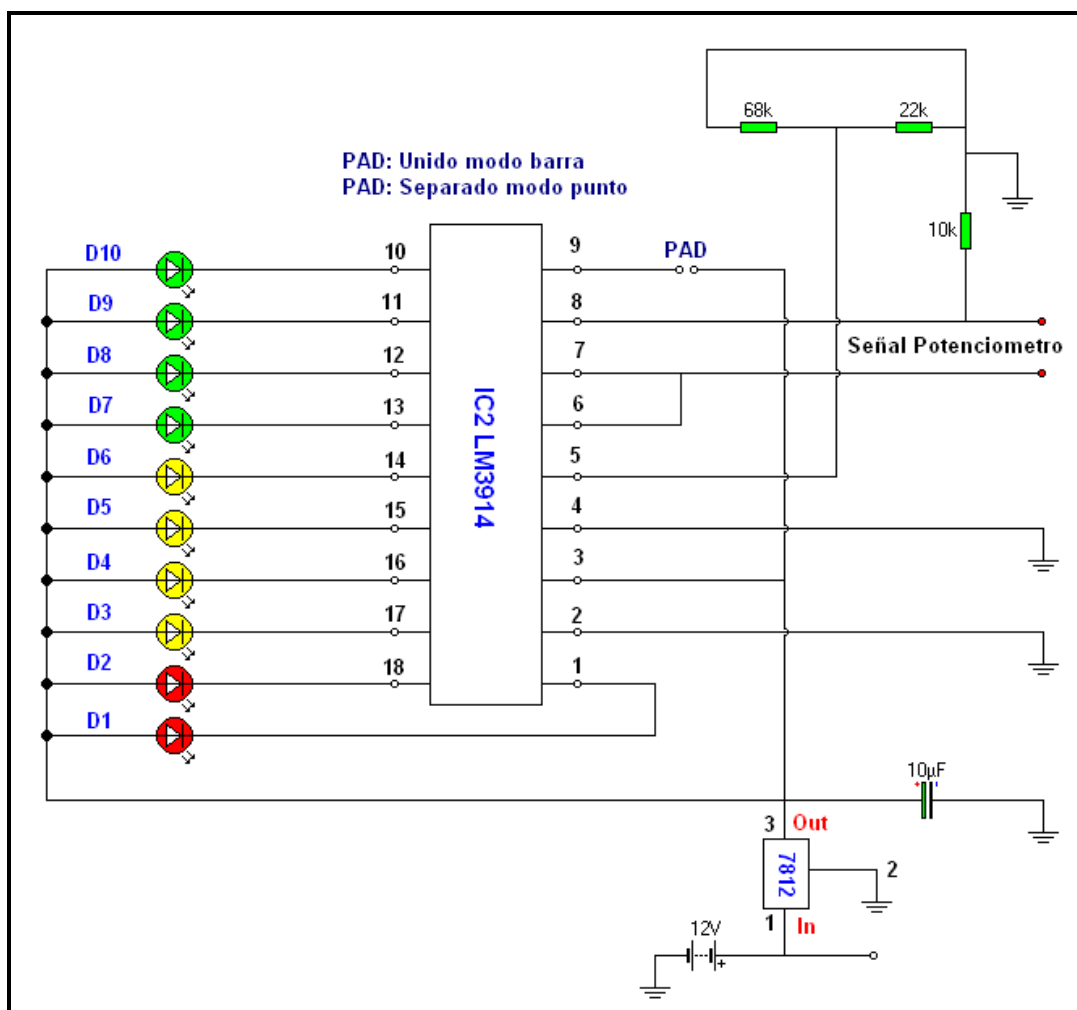

Figura 5.18. Circuito Nivel de Temperatura
4.1. Conecte el circuito como se muestra en la figura 5.18.